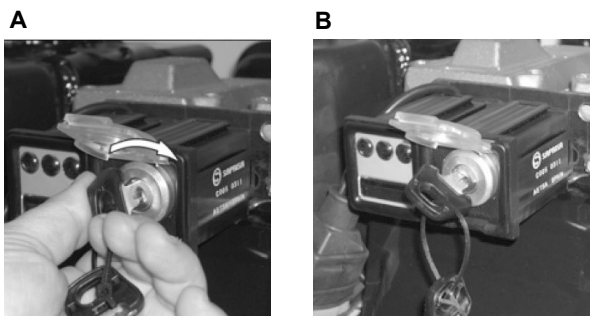

Abb. 14: Starten
Schritt 1: Am Zündseil ziehen, bis der Verdichtungstakt des zweiten Zylinders einsetzt (Abb. 14 A).
Schritt 2: Die Dekompressionshebel einschalten. Die Zündposition ist nur dann korrekt, wenn die Hebel eingeschaltet bleiben (Abb. 14 B).
Schritt 3: Das Seil wieder in die entsprechende Aufnahme gleiten lassen, dann kräftig ziehen (Abb. 14 A).